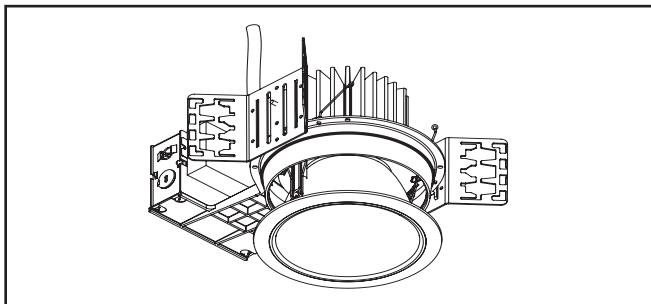

Figure 12.
12. Installez le moteur lumineux à DEL et l'assemblage de la garniture en insérant les ressorts de torsion dans les récepteurs en spirale qui se trouvent à l'intérieur du boîtier (Figure 12).
1. Retirez l'assemblage de la garniture du boîtier (Figure 12).